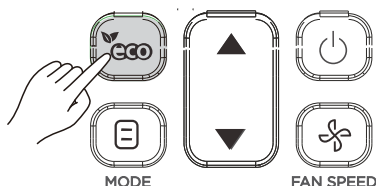

Figura 3.15
1) Premere  (si veda Figura 3.15) per inviare il segnale ECO all'unità interna. L'icona  è visualizzata.